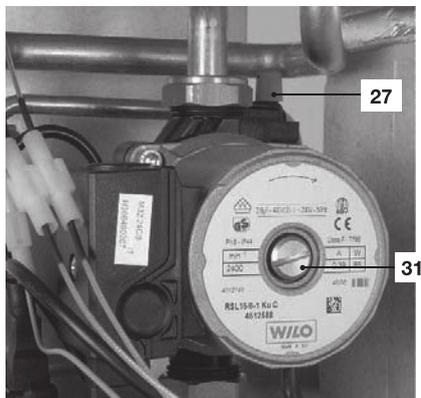

Рисунок 6.1
- Откройте кран газового счетчика и котла 14, см. Рисунок 6.1.
- Ослабьте пробку автоматического воздуховыпускного клапана 27 (Рисунок 6.1).
- Открутите пробку насоса 31, см. Рисунок 6.1, и разблокируйте насос, провернув ротор плоской отверткой.